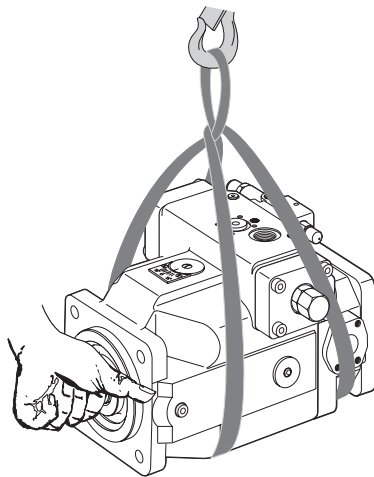

Abb. 17: Transport mit Hebeband
- ▶ Legen Sie das Hebeband so um das SY(H)DFED-Regelsystem, dass es weder über Anbauteile (z. B. Ventile) verläuft, noch dass das SY(H)DFED-Regelsystem an Anbauteilen aufgehängt wird (siehe Abb. 17).